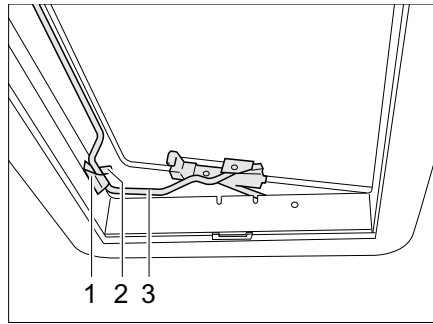

Bild 51 Heki-Dachhaube in Lüftungsstellung 2
- Bügel (Bild 51,3) in die Halterung (Bild 51,1) einlegen.
- Hebel (Bild 51,2) über den Bügel legen.